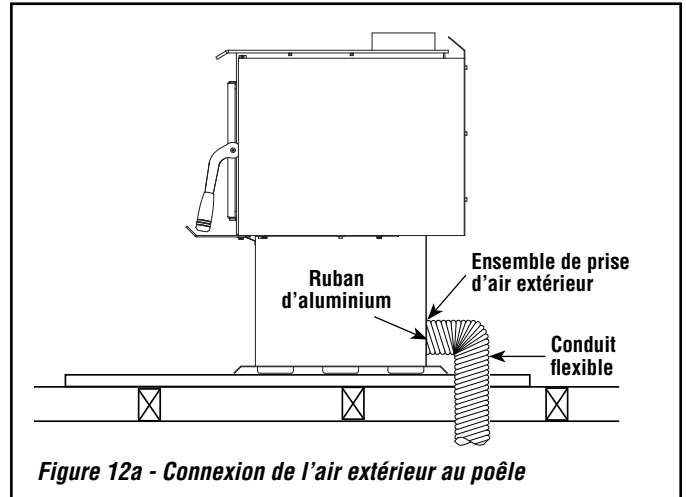

Figure 12a - Connexion de l'air extérieur au poêle
- Fixer la gaine sur la prise du poêle (voir figures 12a et 12b). En vous servant du ruban d'aluminium (inclus), enrroulez le ruban autour du joint entre le conduit flexible et les entrées d'air.